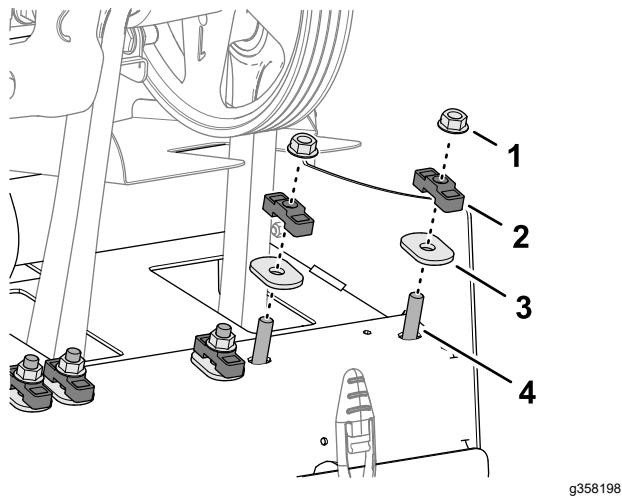

Figura 121
1. Retire las 2 contratuerca con arandela prensada que fijan el eje del amortiguador Roto-Link al bastidor trasero de la máquina (Figura 121)